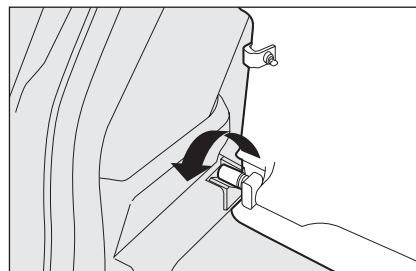

fig. 113
- ☐ plage avant: décrocher et tourner la plage arrière dans son siège et dégager les deux pivots des logements latéraux fig. 113;